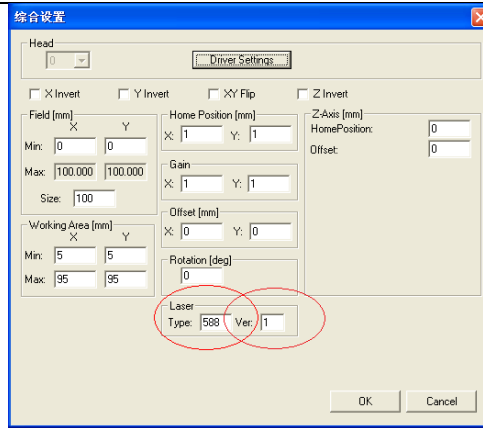

图 15
4) 定义激光器类型, 激光器类型设为 588 和 1 (如图 15), 每一步设完务必按 save;